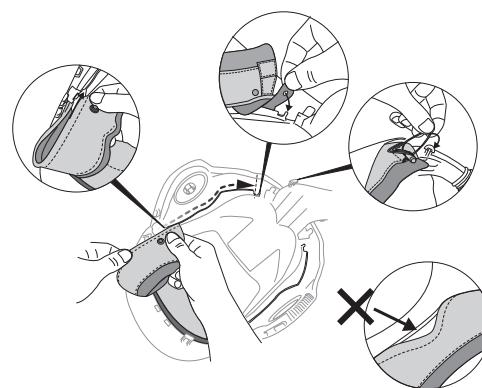

Fig. 20d
- d. Desliza la costura lateral del sello facial hacia los canales de retención. Engancha la tela sobre el poste de retención y los lazos de retención sobre los postes ubicados a ambos lados del soporte del tubo del ducto de aire. Asegúrate de que no haya ninguna holgura a lo largo del sello facial ni de los canales (Fig. 20d).